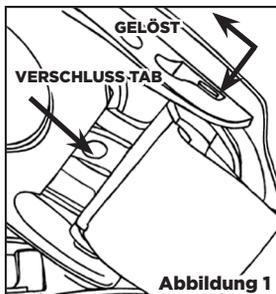

Abbildung 1
- 1 Drücken Sie den 'Verschluss Tab' am grauen Befestigungsclip nach unten und schieben Sie den Befestigungsclip nach vorne. Machen Sie dies auf beiden Seiten. [Siehe Abbildung 1]